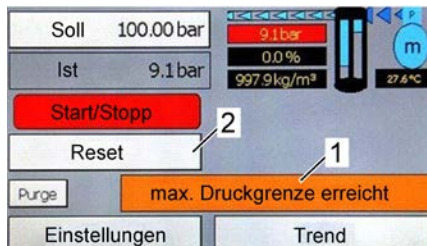

Abb. 110: Systemmeldung und Reset
Systemmeldungen erscheinen auf der Anzeige als Text und müssen mit der Schaltfläche "Reset Alarm" (Abb. 110/2) zurückgesetzt werden.
- "max. Druckgrenze erreicht" (Abb. 110/1)